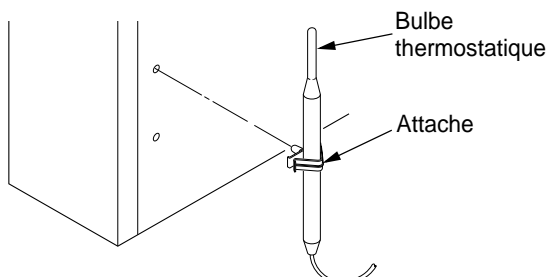

Figure 5 - Fixation du bulbe thermostatique
2. Placez l'attache sur le bulbe thermostatique comme l'indique la figure 5. L'attache fait partie du paquet de pièces.
3. Forcez l'attache dans le trou de montage supérieur comme l'indique la figure 5. Le trou de montage se trouve à l'arrière du radiateur, sur le bord inférieur gauche. Le bulbe thermostatique doit être dirigé vers le haut.